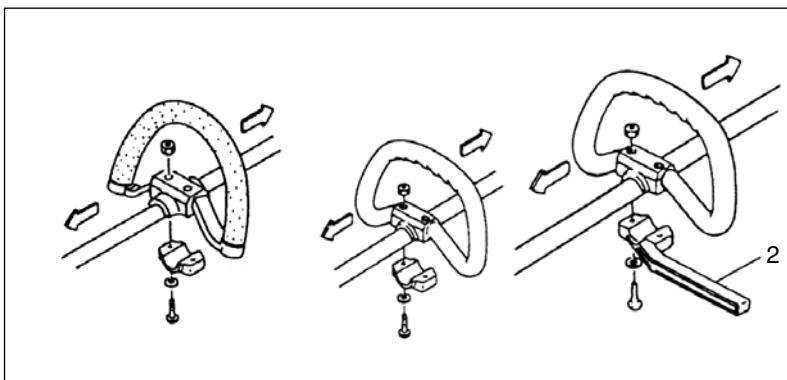

Fig.1-2
Hvis du bruker stål/faste blader på en rette akseltrimmere eller hekklippere må du alltid bruke skrankestang (2) og skuldersele med slyngehåndtak. (Fig.1-2)